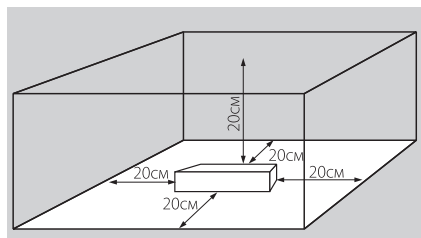

Рис. 1
4.2. Для естественной вентиляции обеспечьте свободное пространство вокруг источника питания не менее 20см, как изображено на Рис.1. При невозможности обеспечить свободное пространство используйте принудительную вентиляцию.